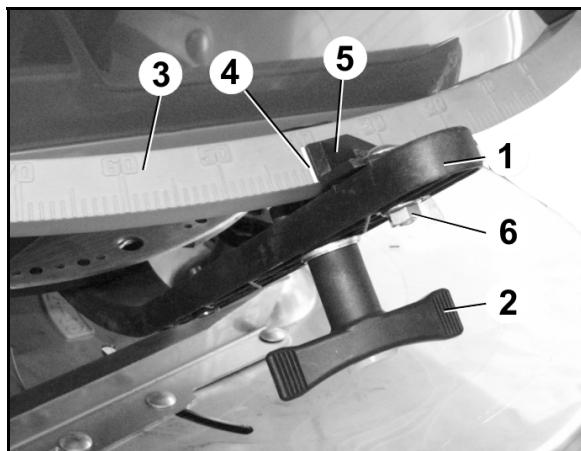

Рис. 80
2. Откройте заслонку дозатора с помощью регулировочного рычага (Рис. 80/1).
4. Передвиньте регулировочный рычаг по шкале (Рис. 80/3) до упора в сторону пальца.
5. Зафиксируйте регулировочный рычаг с помощью поворотной рукоятки (Рис. 80/2).
6. Отвинтите шестигранный болт (Рис. 80/6). Стрелку (Рис. 80/5) установите на значении шкалы "8" и зафиксируйте шестигранным болтом. Указатель стрелки (Рис. 80/4).